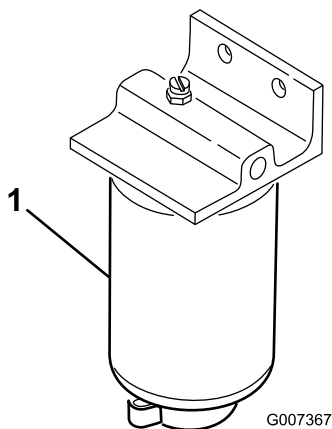

Figura 34
1. Coloque um recipiente limpo debaixo do filtro de combustível(Figura 34).